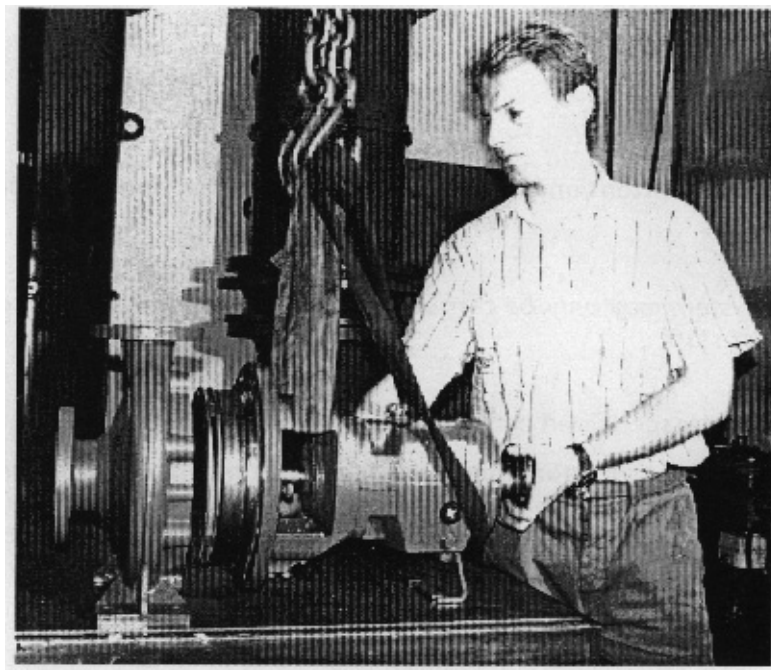

图 8.1
- 将后拆式零件吊住，以防拆卸过程零件坠落或被泵壳压紧。见图 8.1